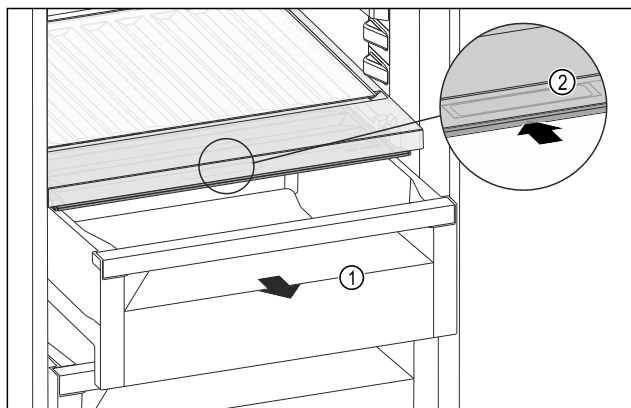

Fig. 98
- ▶ 拉出抽屉 Fig. 98 (1)。
- ▶ 抓住抽屉盖上的内嵌式拉手 Fig. 98 (2)，并同时向后推入抽屉盖。